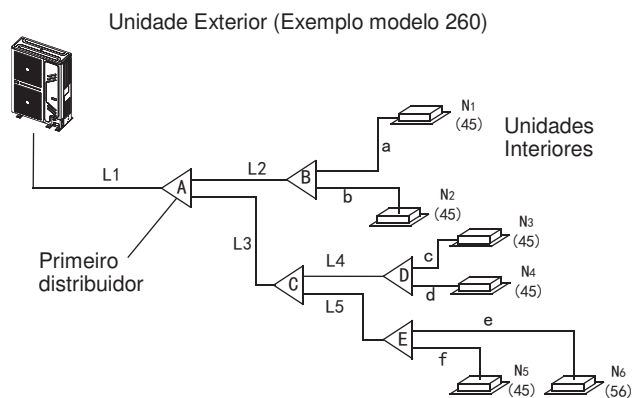

Fig. 4-5
- 2) Exemplo: Na Fig. 4-5, a capacidade total a jusante do tubo L2 é de $45 \times 2 = 90$, portanto, de acordo com a Tabela 4.4, o diâmetro gás/líquido de L2 será: $\Phi 15,9$ (5/8") / $\Phi 9,5$ (3/8").